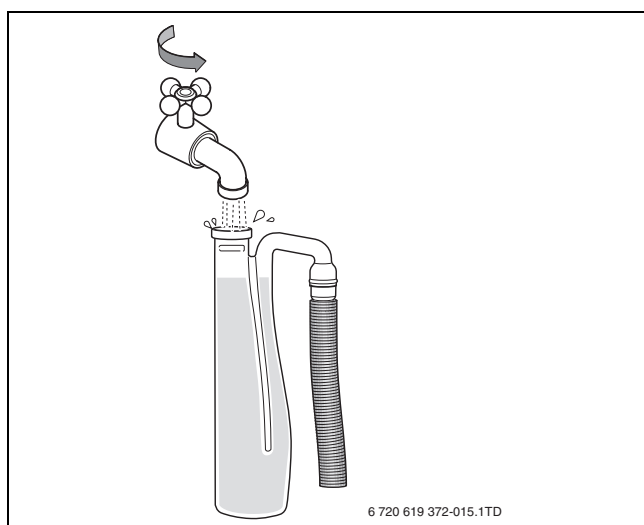

Fig. 62 Riempire d'acqua il sifone
- Riempire il sifone con circa un litro di acqua (→ fig. 62), quindi ricollegarlo.